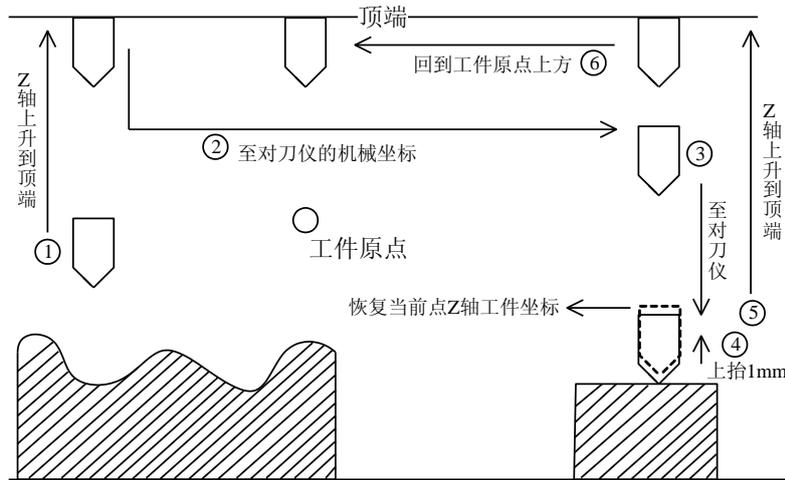

图 6-15 第二次对刀示意图
- (3) 第一次对刀结束，进行工件加工。
- (4) 换刀或断刀后，按下 F8【对刀】，在弹出的新操控栏下选择【第二次对刀】，恢复当前点 Z 轴工件坐标值；如图 6-15 所示，该过程系统自动完成。